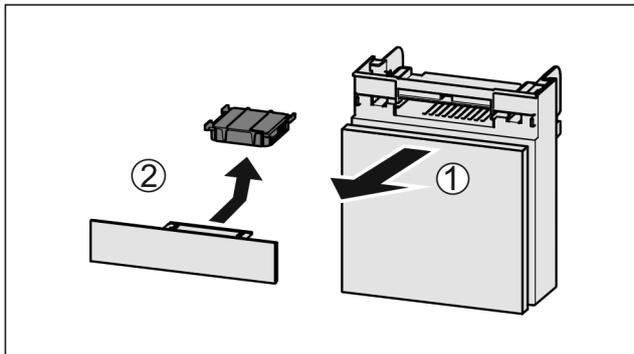

Fig. 103
- ▶ Extraire le compartiment par l'avant Fig. 103 (1).
- ▶ Sortir le filtre à charbon actif Fig. 103 (2).